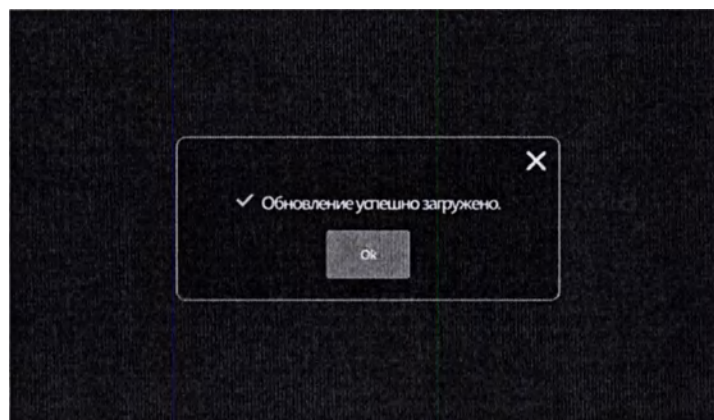

Рис. 3.80 – Успешное обновление ПО
3.10.6 После нажатия кнопки «Ок» программа закроется и через несколько секунд откроется снова. Для входа в главное меню введите код «0000». При успешном обновлении будет показано следующее сообщение (рис. 3.80).